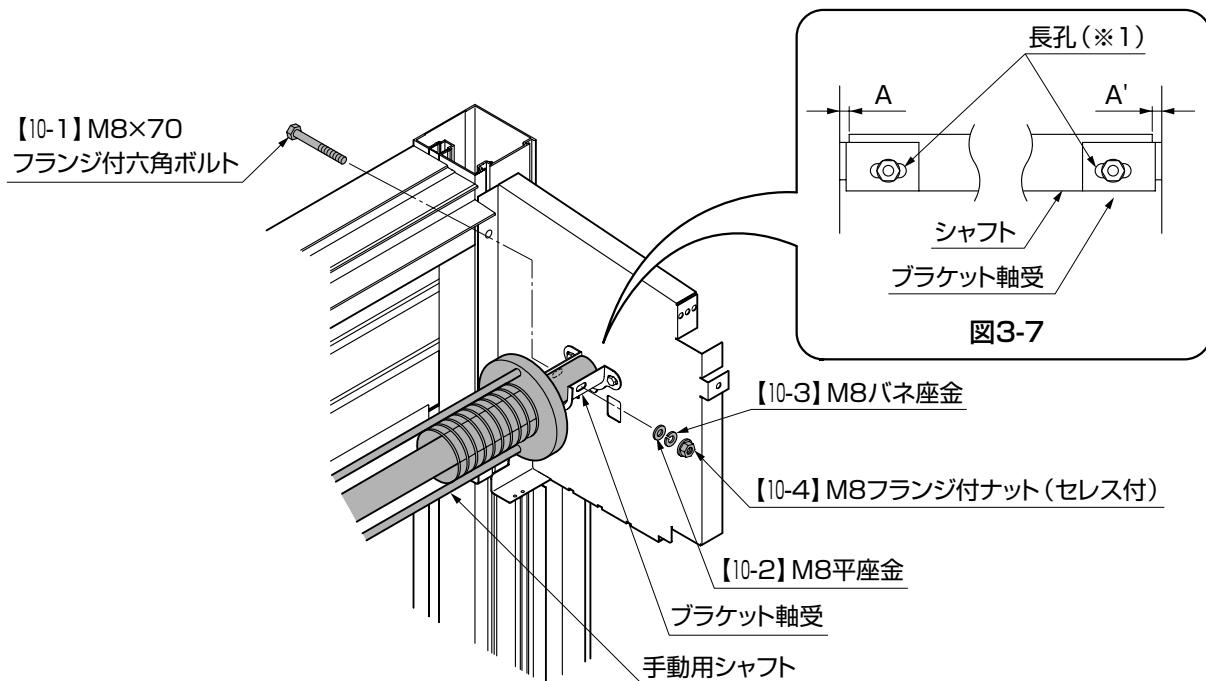

図3-6 手動用シャフトの場合
- ①左右のブラケット軸受の長孔(※1)の中間とシャフトの孔が合うように乗せてください。(図3-6参照)
- ②【10-1】を柱側から差込んで、【10-2】、【10-3】、【10-4】でブラケット軸受とシャフトを仮固定してください。